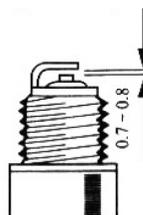

рис.6
2. Слейте или полностью выработайте имеющееся в баке топливо (слив производится снятием колпачка крана подачи топлива (рис.6 поз.2)).
3. Слейте топливо из поплавковой камеры карбюратора, выкрутив пробку (рис.6 поз.3). После слива установите пробку на место и затяните.
4. В модификациях, в которых отсутствует пробка слива, топливо слить, вывинтив болт (рис.6 поз.5) крепления поплавковой камеры.